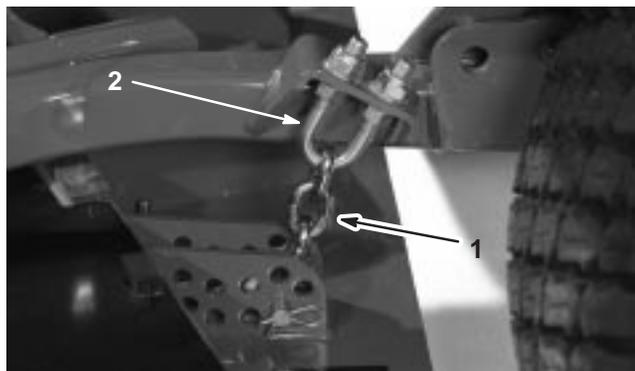

Bild 12
- Entfernen Sie den Splint und den Lastösenbolzen, mit denen die Schnitthöhenketten an der Rückseite des Schneidwerks abgesichert werden (Bild 12).